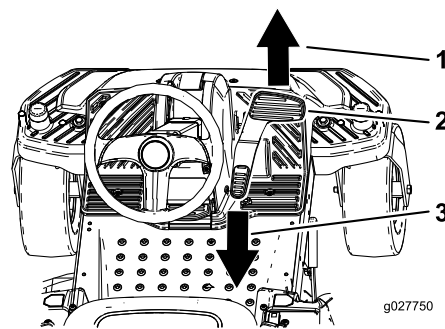

Figure 14
3. Posez le pied sur la pédale de déplacement et appuyez progressivement sur le haut de la pédale pour avancer ou sur le bas pour faire marche arrière (Figure 14).